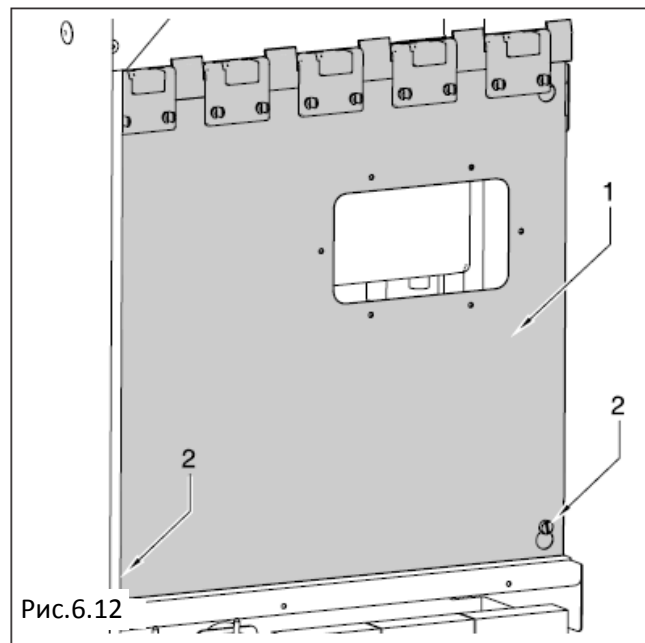

Рис.6.12
Чтобы получить доступ к электроклапану, размещенному в бойлере для растворимых напитков, удалите панель (1), ослабив два винта (2) как показано на Рис. 6.12